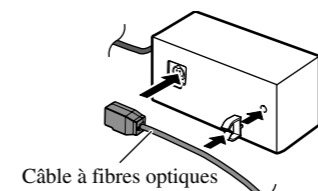

Fig. 7
- Reliez le câble à fibres optiques à la boîte de raccordement de câble à fibres optiques. (Fig. 7)